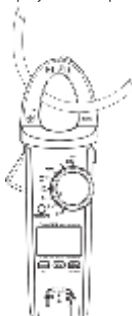

Рис. 5 Измерение силы постоянного тока
7.2 Измерение силы постоянного тока (см. рис. 5)